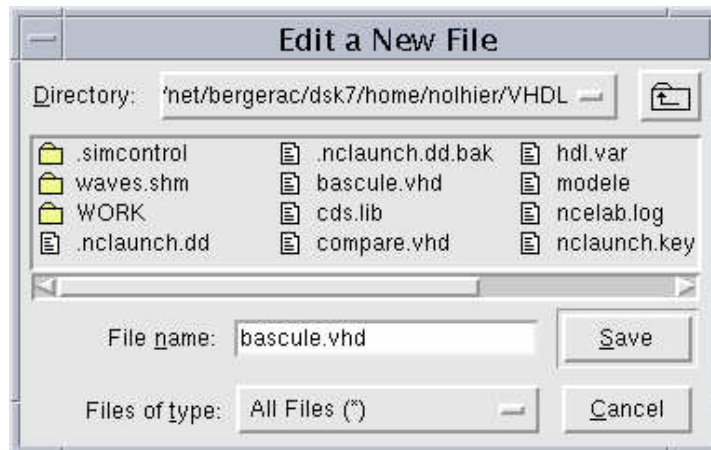

Figure 3 : Fenêtre de création de nouveau fichiers
- dans le menu **File** sélectionner  **Edit New File**. La fenêtre **Edit a New File** doit apparaître (Figure 3).